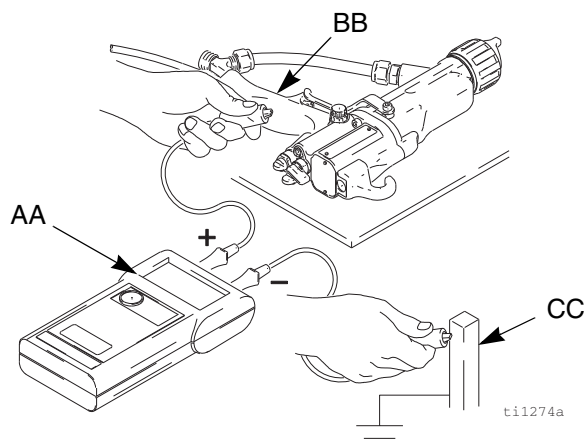

ABB. 7. Überprüfen der Pistolenerdung
Das Megohmmeter, Teile-Nr. 241079 (AA-siehe ABB. 7.) ist nicht für die Verwendung in Gefahrenbereichen zugelassen. Um das Risiko einer Funkenbildung zu senken, darf das Megohmmeter nur dann zum Prüfen der elektrischen Erdung verwendet werden, wenn:
4. Der geerdete Luftschlauch (R) muss angeschlossen und der Erdungsdraht des Schlauches mit einer guten Erdleitung verbunden sein.
5. Den Widerstand zwischen Pistolengriff (BB) und einer guten Erdleitung (CC) messen. Die angelegte Spannung muss dabei mindestens 500 V und darf höchstens 1000 V betragen. Der Widerstand sollte nicht größer als 1 Megaohm sein. Siehe ABB. 7.